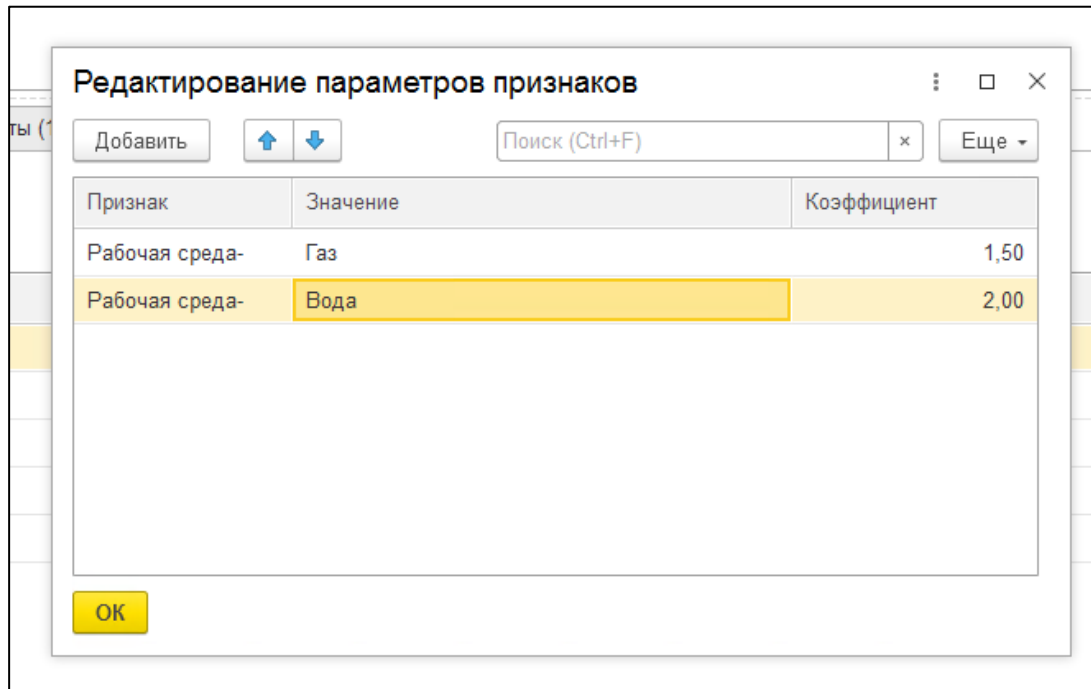

Рисунок 135. Заполнение параметра признаков.
- «**Параметры признаков**» - указать параметр признака и заполнить табличную часть с реквизитами (см. Рисунок 135):
- «**Параметры признаков**» - указать параметр признака (см. Рисунок 135);